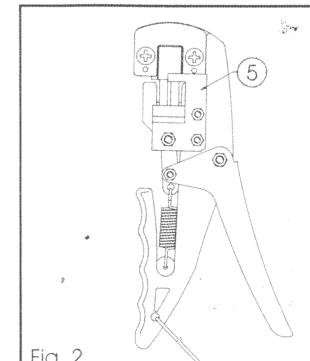

Fig. 2
- 6) Riutilizzare il piastrino N.5 (fig.2) per completare la battuta e richiudere il tutto con i relativi bulloni.
- 6) Use plate N.5 (fig.2) to complete the beat and shut the tool up again using the respective bolts.
- 6) Das Plättchen N.5 (Abb.2) wiederverwenden, um den Anschlag zu vervollständigen, und das Ganze mit den dafür vorgesehenen Mutterschrauben schließen.
- 6) Utilice de nuevo la placa N.5 (fig.2) para completar el topo y cierre el conjunto con los relativos pernos.